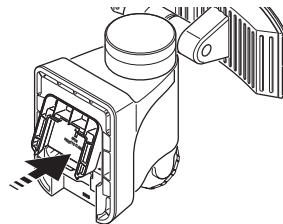

Figura 4
3. Inserte las lengüetas de alineación en la parte superior de la tapa de la pila con las ranuras de la parte trasera de la lámpara (vea la Figura 4).
4. Gire la tapa de la pila hacia la lámpara hasta que encaje en su lugar (vea la Figura 4).